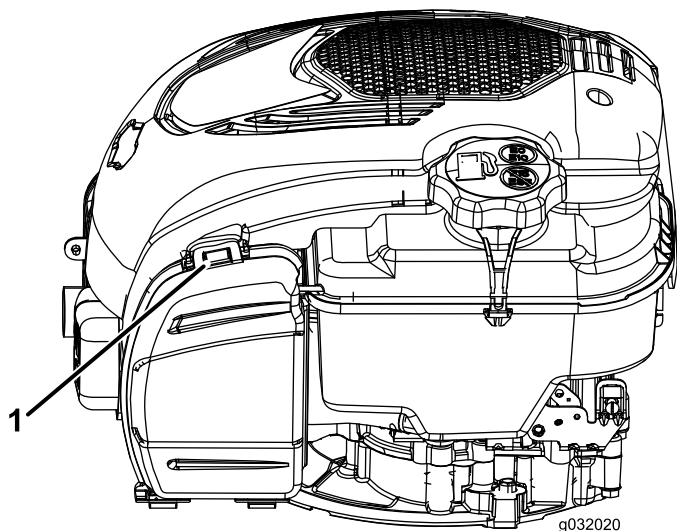

Figure 25
1. Tirez sur la languette pour ouvrir le couvercle du filtre à air (Figure 25).